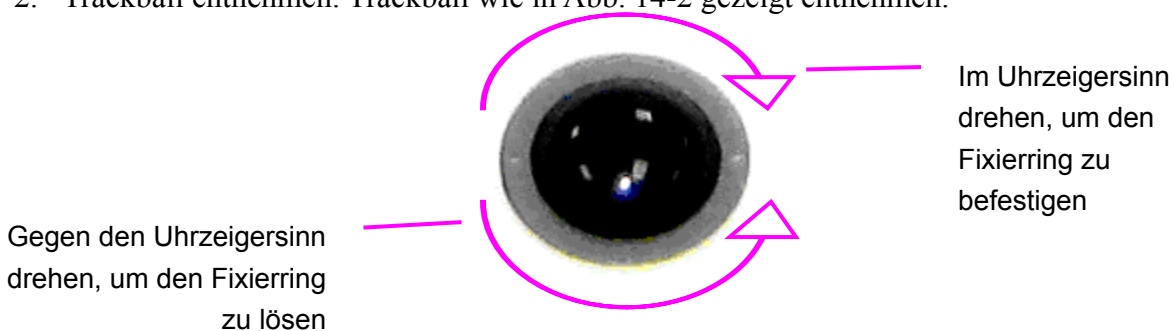

Abb. 14-2 Montage und Demontage des Trackballs
2. Trackball entnehmen. Trackball wie in Abb. 14-2 gezeigt entnehmen.